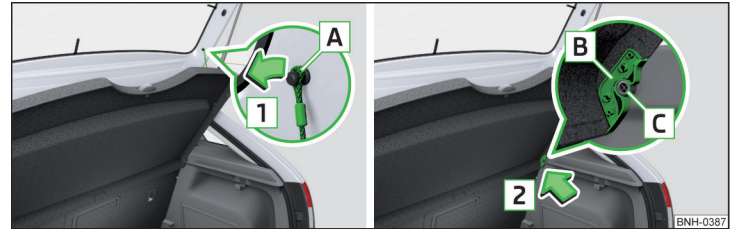

Fig. 86 Scoaterea copertinei portbagajului
Dacă benzile de susținere **A** » fig. 86 sunt agățate de capota portbagajului, atunci la deschiderea capotei se ridică și masca portbagajului (denumită în continuare doar mască).
- Desprindeți benzile de susținere **A** de pe ambele părți ale capotei portbagajului, în sensul săgeții **1** » fig. 86.
- Poziționați elementele de prindere **B** de la capac peste bolțurile **C** de la capitonajul lateral » fig. 86.
- Elementele de prindere [B] de la capac trebuie să seta complet peste bolțurile [C] de la capitonajul lateral » fig. 86.